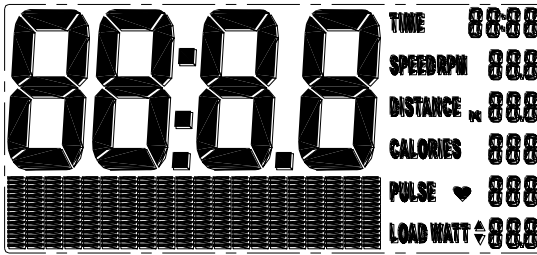
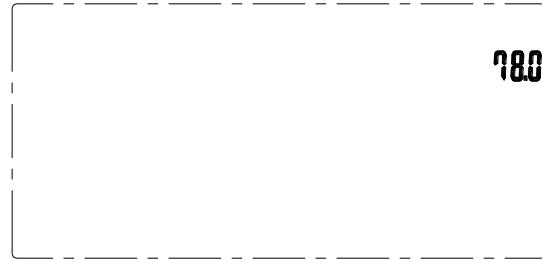

Abbildung 1
Abbildung 2
1. Beim Einschalten gibt das LCD-Segment zwei Sekunden lang einen Signalton aus (Abbildung 1) und zeigt den Raddurchmesser an (Abbildung 2).